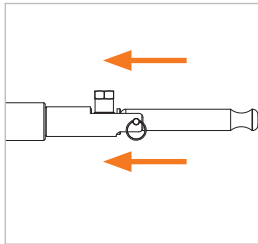

Figure 7
- ▶ Déplacez légèrement le connecteur en direction de la pièce d'essai (Figure 7). La connexion à la pièce d'essai est ainsi desserrée et le connecteur peut être retiré en position droite par l'arrière.